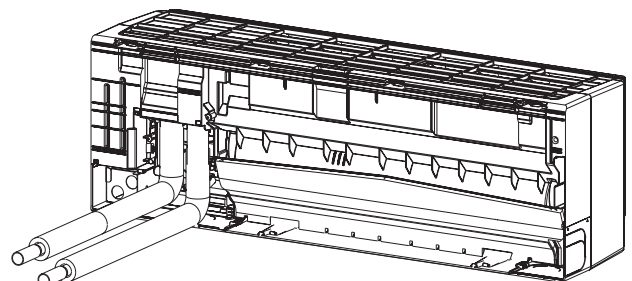

Fig. 3-20
- (8) Fixer les matériaux d'isolation ⑧ aux parties découpées ⑨ des cache-tuyaux pour les isoler. (Fig. 3-20)
- (9) Fixer le couvercle de boîtier ④.